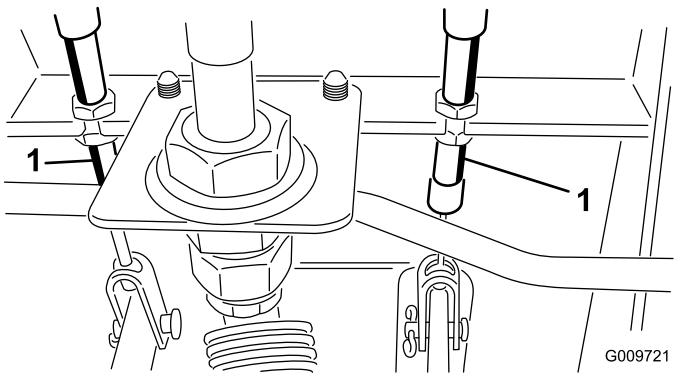

Figure 65
- A. Desserrez l'écrou avant sur l'extrémité filetée du câble de frein (Figure 65).